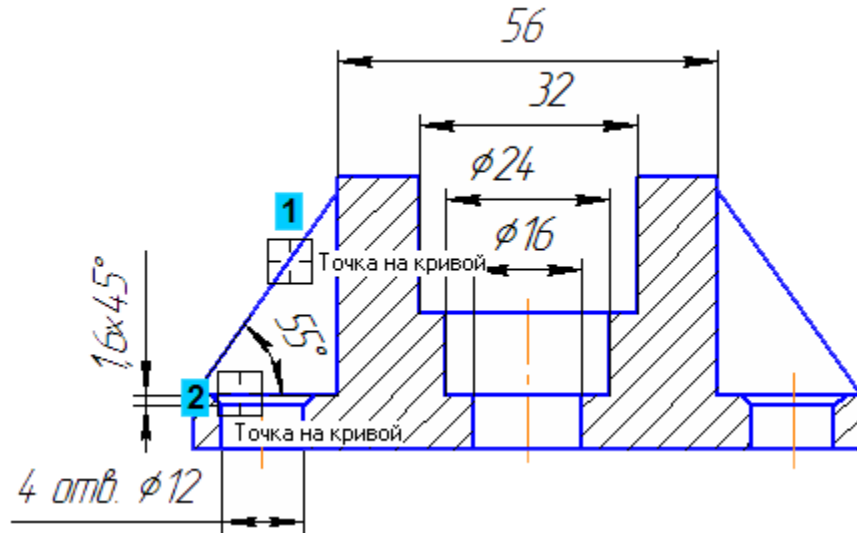

Рисунок 55.
- После указания отрезков команда перейдет в режим построения углового размера. Для его создания укажите положение размерной дуги (рис. 55).